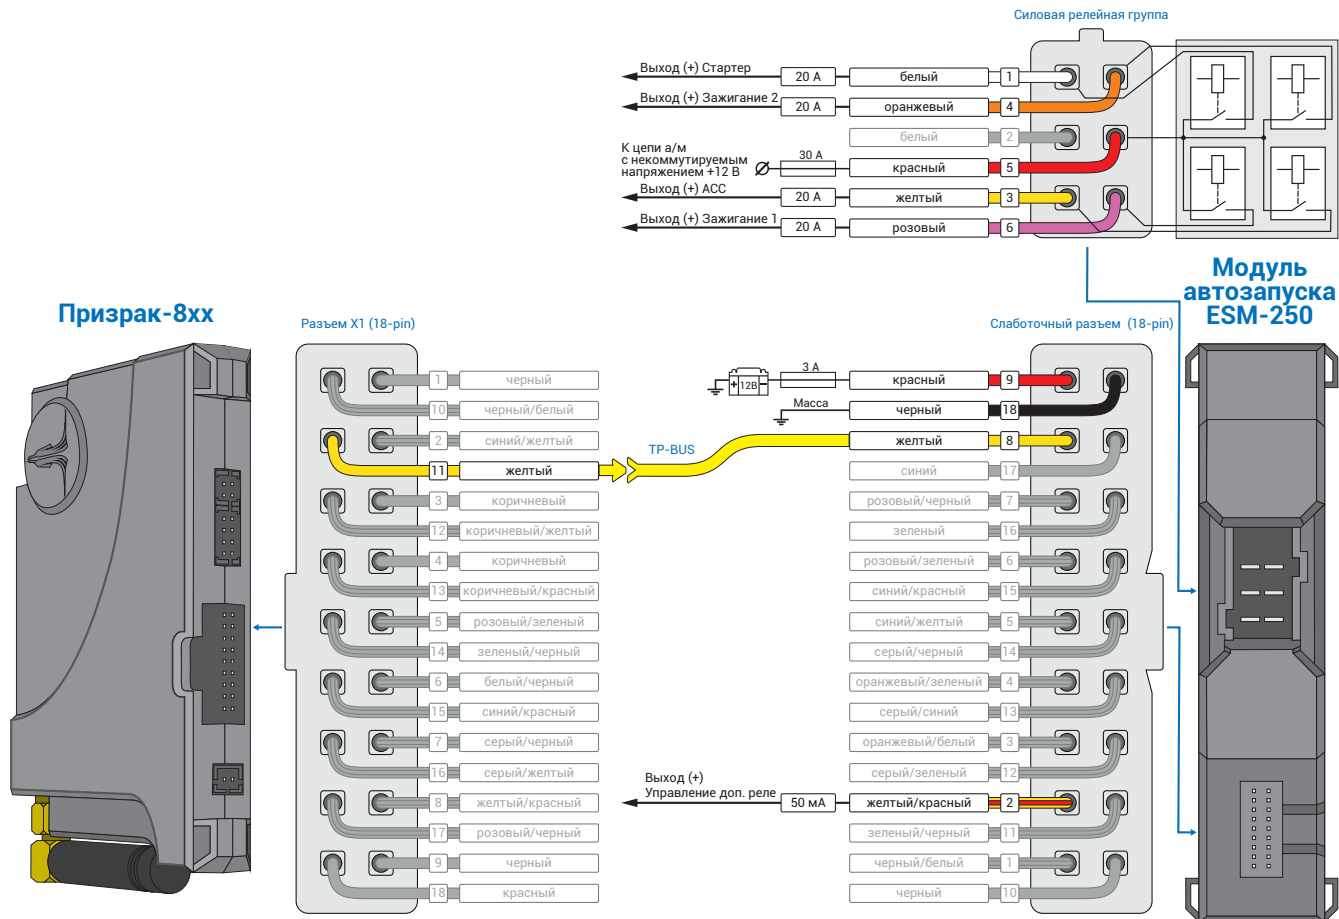

Рис.3 Подключение модуля автозапуска ESM-250
3. Подключите модуль автозапуска ESM-250 – выводы модуля, которые требуется подключить выделены на рис. 3. Подключение производится в розовом и зеленом разъемах блока SmartKey за перчаточным ящиком (см. рис. 4-7).